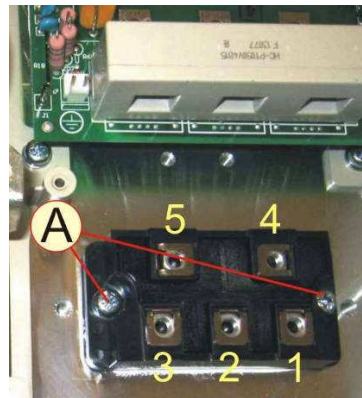

Рис.6.12
**6.8.2** Выкрутить винты А, снять диодный модуль (рис.6.12). Положить винты и модуль в тару.